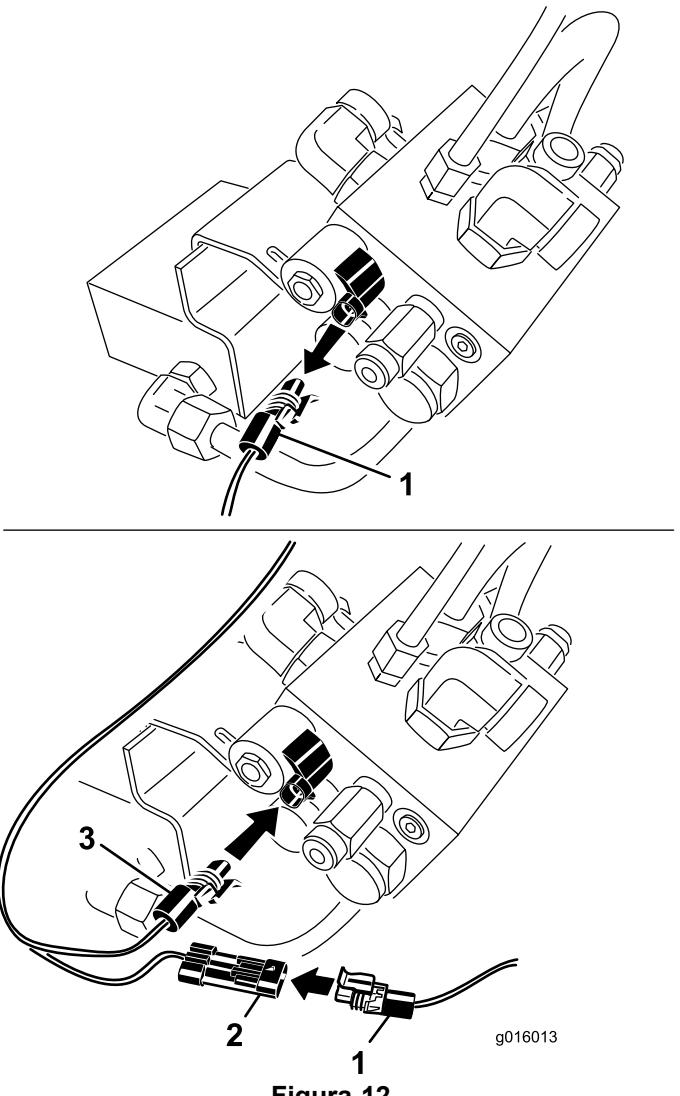

Figura 12
11. Desligue o conector da cablagem da unidade de tracção a partir do solenoide da gama Hi/Low no colector 4-WD (Figura 12)
12. Ligue o conector de cablagem da unidade de tracção ao conector da cablagem do divisor de caudal com o rótulo “RANGE HI/LOW” (Figura 12).
13. Ligue o outro conector de cablagem do divisor de caudal com o rótulo “RANGE HI/LOW SOLENOID” no solenoide da gama Hi/Low no colector 4-WD (Figura 12).